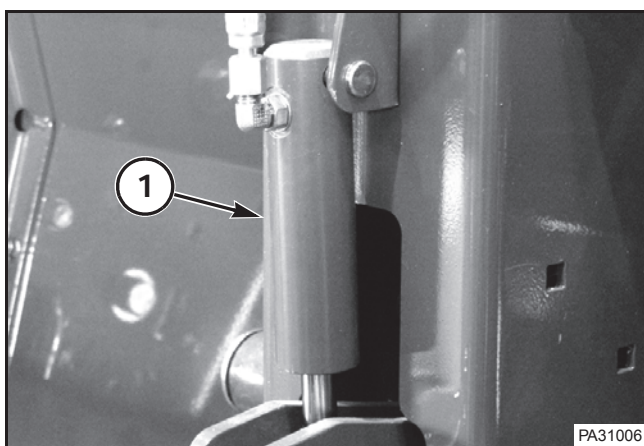

FIG. 75
FIG. 75: Los cilindros de flotación de la barra de corte (1) pueden ser purgados en la cabina. Aumente la presión del suelo hasta 17237 kPa (2500 psi) y después disminuya hasta el kPa (0 psi), diez veces en total.